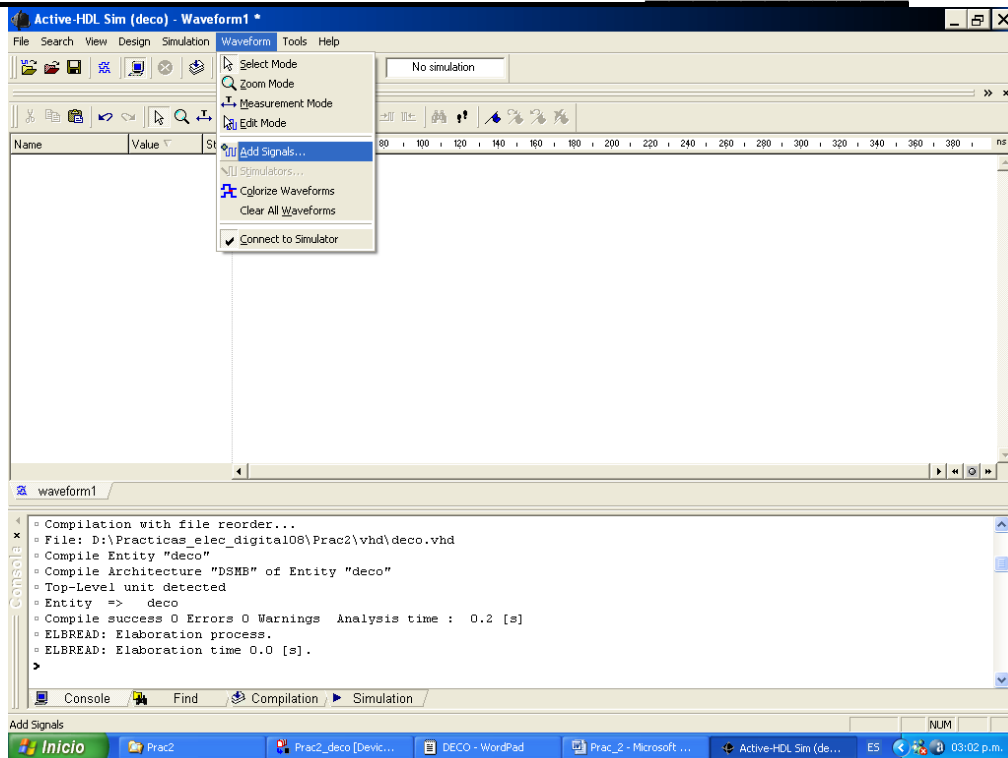

Figura 6. Ventana que muestra la compilación, en el software para la simulación.
9. Para visualizar las señales a simular es necesario agregarlas a la ventana de simulación. Para agregarlas es en: **Waveform → Add signal**, como se muestra en la figura 6.